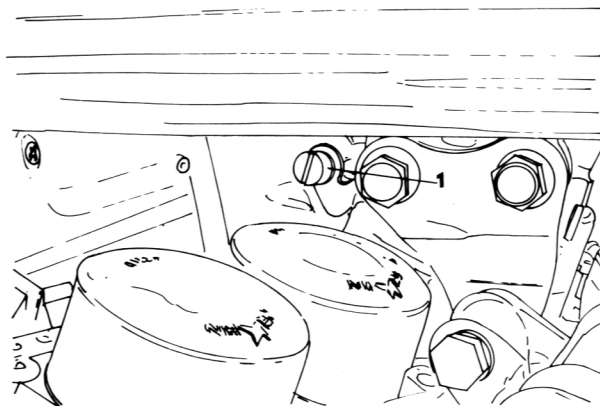

Bild 13
- Die Leerlaufbegrenzungsschraube («1» in Bild 13) entsprechend drehen, um die vorgeschriebene Leerlaufdrehzahl von $900 \pm 100/\text{min}$ zu erhalten.